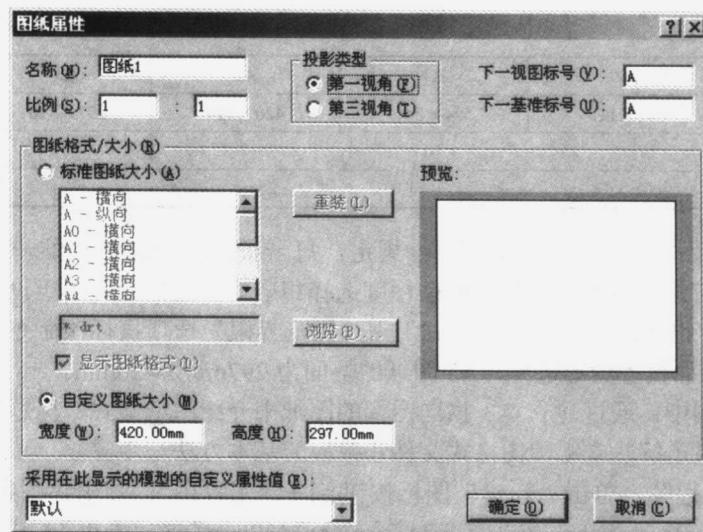

图 1-8 “图纸属性”对话框
(2) 图纸属性。表 1-3 列出了使用第一视角和第三视角的国家。我国使用第一视角，因此选中图纸 1，单击鼠标右键，并从快捷菜单中选择“属性”命令，选择“投影类型”中的“第一视角”，如图 1-8 所示，单击“确定”图标按钮。